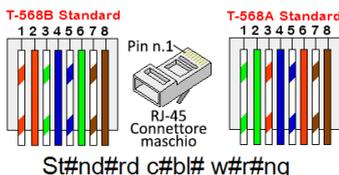

Figura 24: Cablaggio standard
- c. Inserire gli otto fili in un connettore RJ45, come descritto in *Figura 24*.
7. Per il lato switch/router, utilizzare un cavo pre-crimpato o utilizzare uno strumento per crimpare e preparare un connettore di comunicazione RJ45: Inserire gli otto fili nel connettore RJ45 nello stesso ordine descritto sopra (Figura 24).